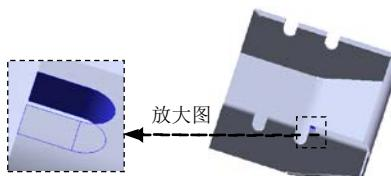
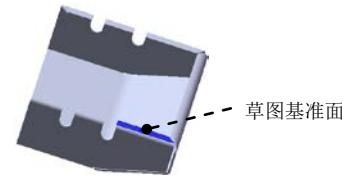

图 9.37 切除一拉伸 2
图 9.38 草图基准面
Step15. 创建图 9.37 所示的切除一拉伸 3。
(1) 选择命令。选择下拉菜单 **插入(I)** → **切除(C)** → **拉伸(E)...** 命令。
(2) 定义特征的横断面草图。
① 定义草图基准面。选取图 9.38 所示的模型表面作为草图基准面。